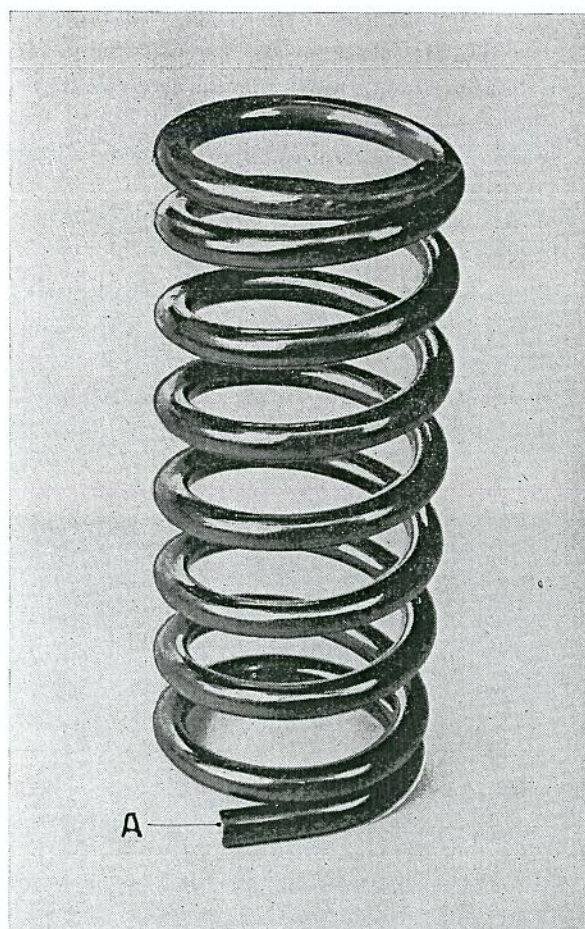

Bild 2. Framfjäder.
1. Placera fjädern i fjäderläget på länkarmen. Den raka trådändan (A, bild 2) vändes nedåt.